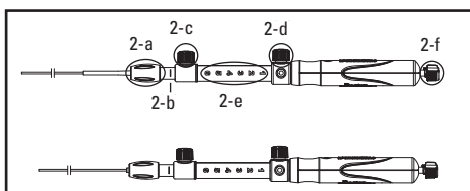
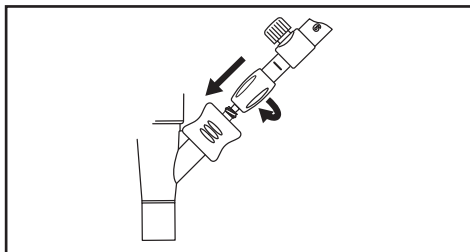

Figure 2.
Figure 4.
| Figure 2..... | 21 |
| Figure 4..... | 21 |
Remarque : Les marques et les chiffres figurant sur la gaine réglable (figure 2-b) et l'aiguille réglable (figure 2-e) correspondent aux graduations en centimètres et servent uniquement de repères.
1. Confirmer que l'aiguille est entièrement rétractée et que la molette d'ajustement de l'aiguille (figure 2-d) est bloquée en position zéro (figure 2-e). Veiller à ce que le levier de contrôle de l'angulation sur l'endoscope soit en position neutre.
4. Continuer de faire avancer le dispositif jusqu'à ce qu'il ressorte de l'endoscope et que la gaine soit visible sur l'image endoscopique. Serrer le raccord Luer (figure 2-a) en le tournant dans le sens des aiguilles d'une montre pour fixer le dispositif au raccord Luer de l'adaptateur (endoscopes Olympus et Fujinon UNIQUEMENT) (figure 4).
5. Déterminer la longueur de gaine appropriée en fonction de la longueur de l'endoscope. Utiliser la molette d'ajustement de la gaine (figure 2-c) pour régler la gaine à la longueur souhaitée et la verrouiller. Tourner la molette d'ajustement de la gaine dans le sens des aiguilles d'une montre pour verrouiller la gaine en place. L'extrémité distale de la gaine doit être visible sur l'image endoscopique.
7. Régler la profondeur de pénétration de l'aiguille à la position souhaitée à l'aide de la molette d'ajustement de l'aiguille (figure 2-d). Pour contrôler la profondeur de pénétration de l'aiguille dans le site cible, desserrer la molette d'ajustement de l'aiguille en la tournant dans le sens inverse des aiguilles d'une montre. Verrouiller la molette d'ajustement en la tournant dans le sens des aiguilles d'une montre.
11. Enlever le stylet (figure 2-f) de l'orifice d'aspiration du dispositif en le desserrant et en le tirant avec précaution hors de la poignée du dispositif.
Remarque : Le stylet peut être enroulé et attaché à l'aide du mécanisme de clip se trouvant sur le capuchon du stylet (figure 2-f). Le stylet doit être conservé pour des passages d'aiguille supplémentaires et l'expulsion d'échantillons au cours de cette même intervention.
13. Raccorder la seringue fournie à l'orifice d'aspiration (figure 2-f) de la poignée du dispositif.